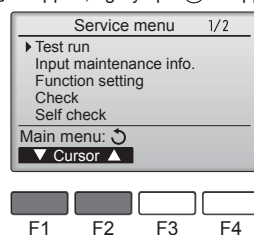

Fig. 6-3
③ Vælg "Test run" (Testkørsel) med [F1]- eller [F2]-knapen, og tryk på [VÆLG]-knapen. (Fig. 6-3)